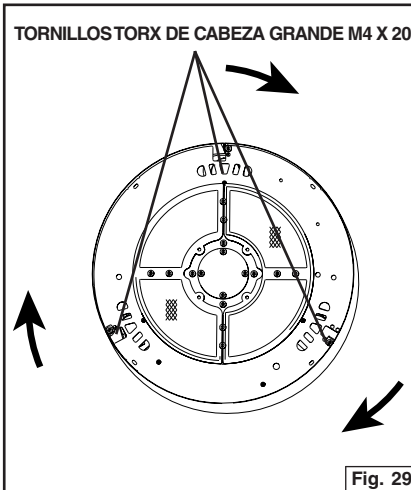

Fig. 29
2. Gire la envoltura decorativa de tal manera que los orificios de la envoltura coincidan con los orificios de la brida. Asegure la envoltura con (3) tornillos Torx M4 x 20 de cabeza grande. Fig. 29. Retire el recubrimiento protector. Repita para la segunda envoltura.